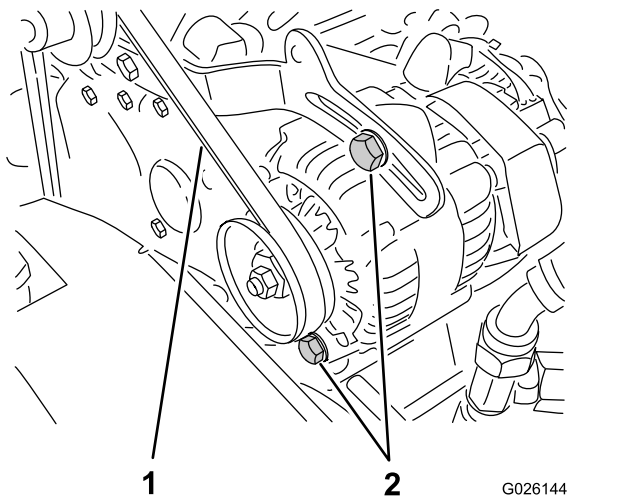

Figura 60
2. Verificai tensionarea apăsând cureaua la mijlocul distanei dintre arborele cotit i fuliile alternatorului cu o foră de 10 kgf (Figura 60).
- A. Slăbii cele 2 uruburi de montare a alternatorului (Figura 60).
- B. Folosind o rangă, rotii alternatorul până când este atinsă tensionarea corectă a curelei, apoi strângei uruburile de montare (Figura 60).